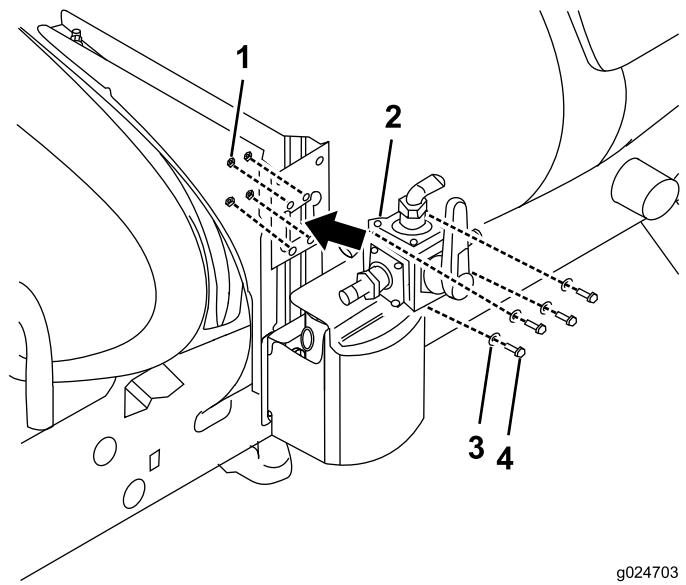

Bild 26
3. Befestigen Sie das Vierwegeventil mit 4 Sicherungsmuttern (6 mm) an der Ventilhalterung (Bild 26).